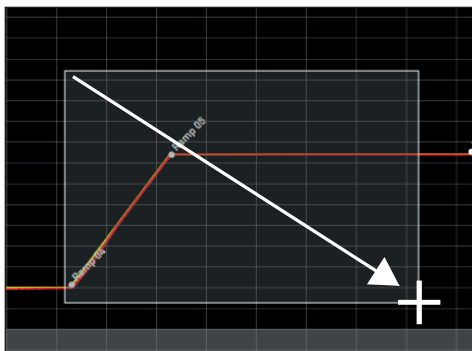

Рис. 8
► Чтобы показать крупным планом определенный участок, щелкните в определенной точке и перетащите курсор левой кнопкой мыши, чтобы на интересующем участке очертить прямоугольную область, которую необходимо рассмотреть (Рис. 8). Если выбранная область отображается красным, это означает, что участок слишком мал, чтобы его можно было отобразить. В этом случае необходимо увеличивать размеры прямоугольника до тех пор, пока цвет не изменится на светло-серый.